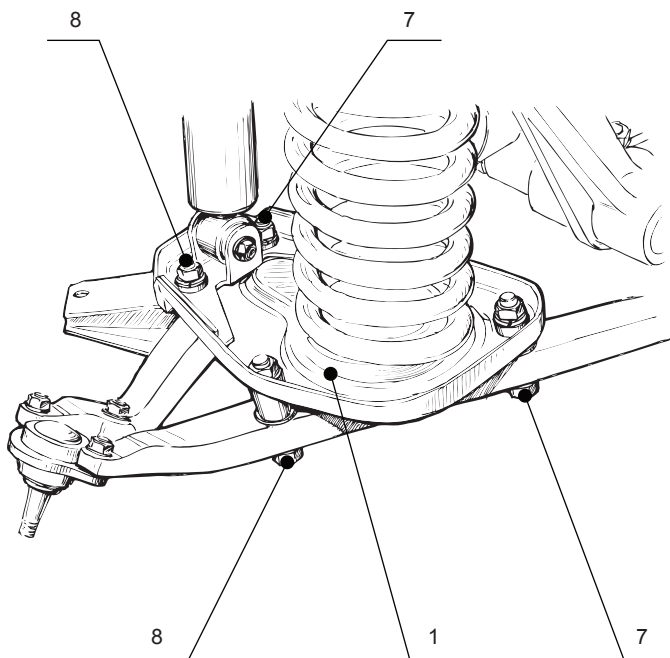

Рис. 2
10. Установить чашку пружины доработанную (см. рис. 2), используя болты М10х1,25х75 и М10х1,25х80 и штатные гайки и шайбы. Момент затяжки гаек 28...34 Нм.